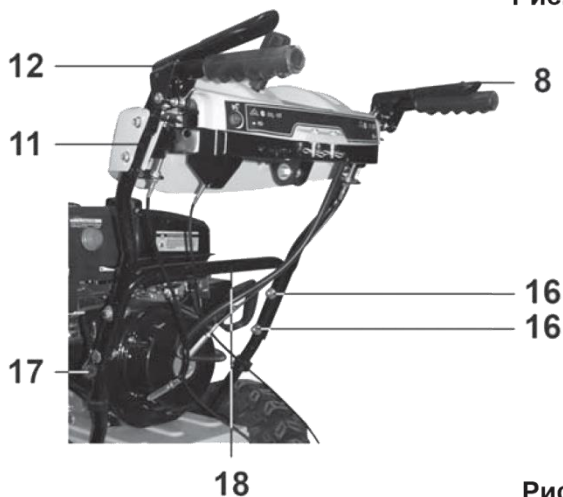

Рис. 6
- 6.1.2. Установите рукоятку управления (11) на нижнюю рукоятку (18) снегоуборщика как показано на Рис.6.